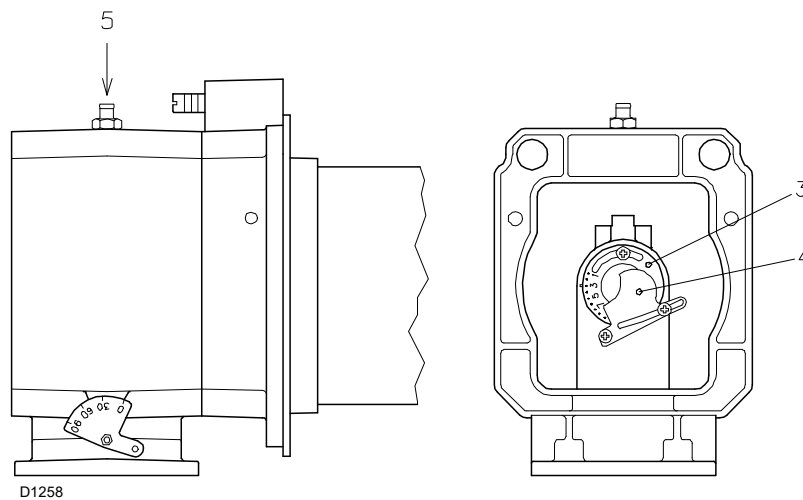

Abb. 3
Die Schraube 1)(Abb. 3) verwenden; ist die gleiche wie für den Betrieb mit Methan.
Der Gasdruck wird auf dem Messanschluss (5) (Abb. 3), bei 0 mbar Feuerraumdruck und Betrieb des Brenners in der Zweiten Stufe, gemessen.